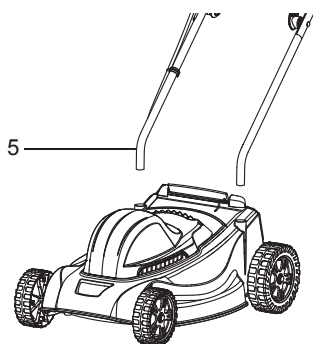

Fig. 1
1. Insérez les barres de la base du guidon (5) dans les fentes situées sur le boîtier de la tondeuse (fig. 1). Verrouillez la fixation à l'aide des vis (17).